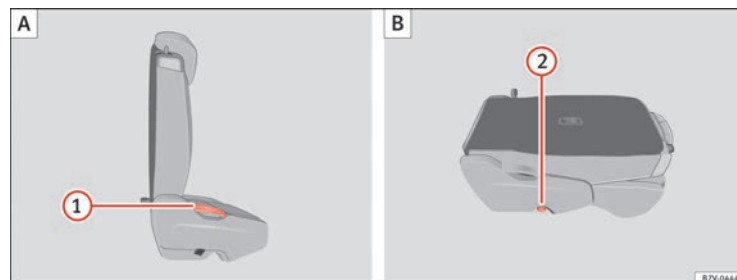
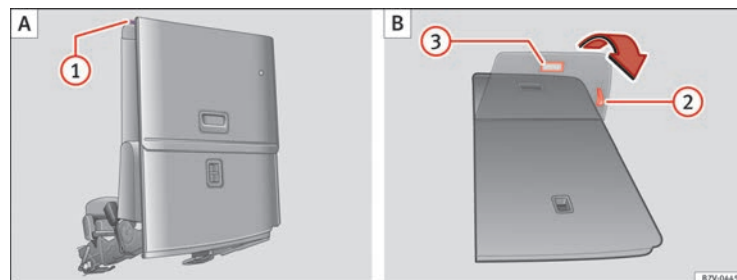

Fig. 89 Seconda fila di sedili: ripiegare il sedile posteriore (A), sedile posteriore come superficie di carico (B).
Fig. 90 Terza fila di sedili: ripiegare il sedile posteriore per il carico (A), quindi riposizionarlo (B).
- Rimuovere gli oggetti dal vano piedi situato davanti e dietro il sedile posteriore ⇒ ①.
- Tirare la leva ⇒ fig. 89 ① verso l'alto e ripiegare lo schienale in avanti. Il sedile si piega interamente in avanti ⇒ Δ.
- Abbassare lo schienale ripiegato spostandolo in avanti finché si blocca nella posizione della superficie di carico ②.
- Se necessario, tirare la leva ⇒ fig. 90 ② per spostare il sedile verso la posizione desiderata.
- Tirare la leva ⇒ fig. 89 ① verso l'alto e posizionare lo schienale in verticale. Il sedile completo si piega indietro.
- Tirare la maniglia ⇒ fig. 90 ② per riposizionare il ripiano del sedile.
- Girare la maniglia ③. Il sedile completo si piega indietro.